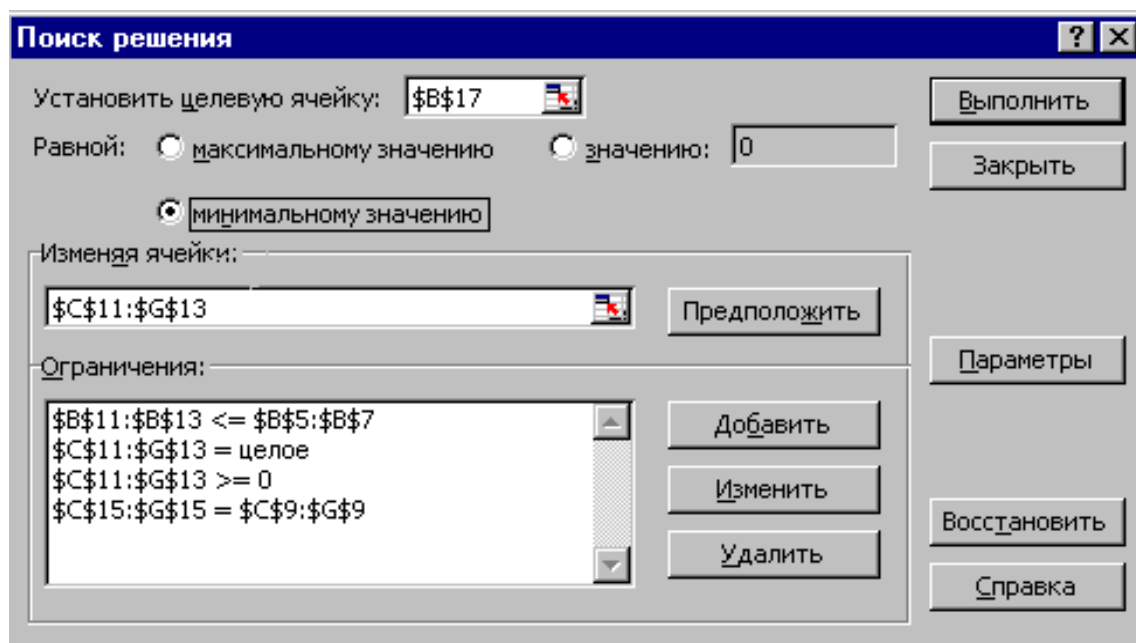

Рис. 1
1) После выполнения команд **Данные – вкладка Анализ – Поиск решения** открывается диалоговое окно **Поиск решения** - рис. 1.